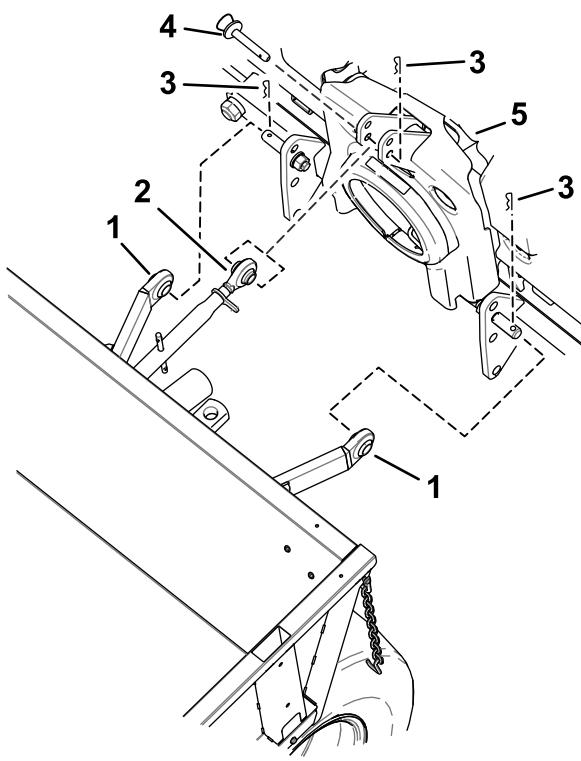

Рисунок 28
1. Медленно подайте машину задним ходом и совместите продольные тяги с нижними соединениями навесного оборудования (Рисунок 28).
2. Прикрепите продольные тяги к навесному оборудованию (Рисунок 28).
3. Подведите верхнюю тягу к верхнему соединению навесного оборудования (Рисунок 28).
4. Прикрепите верхнюю тягу к навесному оборудованию (Рисунок 28).
4. Отсоедините верхнюю тягу от навесного оборудования (Рисунок 28).
5. Отсоедините продольные тяги от навесного оборудования (Рисунок 28).